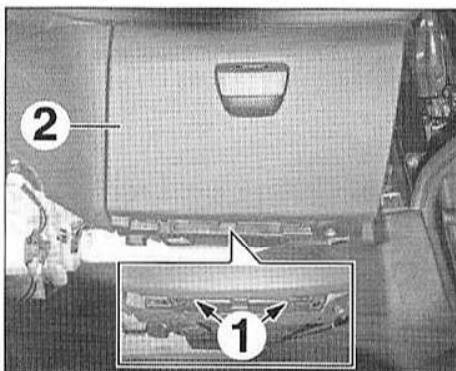

FIG.3
- Extraire les axes (1) (Fig.3).
- Ouvrir la porte de la boîte à gants (2).